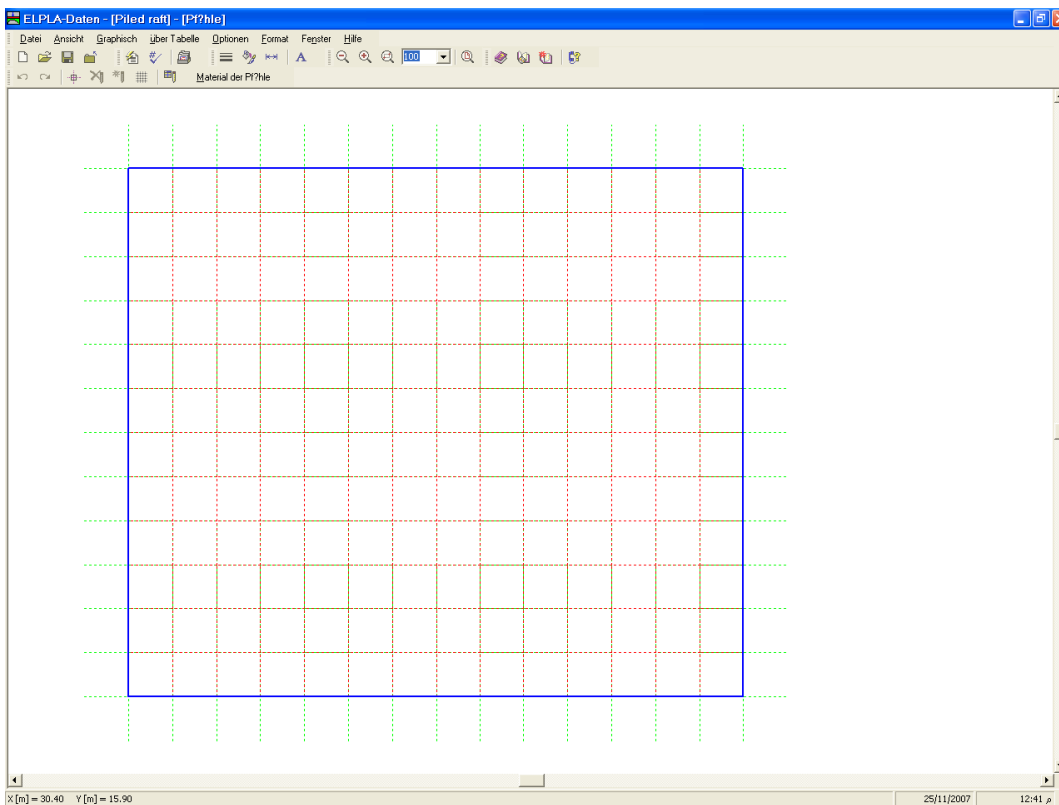
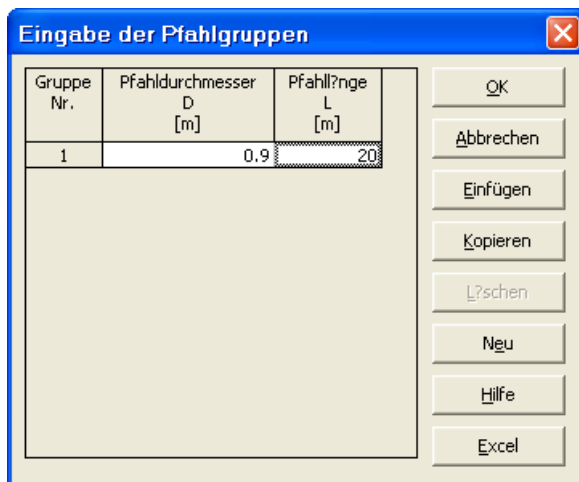
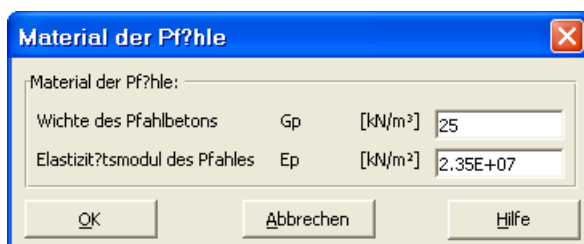

Bild 12-14 Eingebettetes Programm "Pfähle"
Bild 12-15 Eingabe der Pfahlgruppen
Bild 12-16 Dialogbox "Material der Pfähle"
- Wählen Sie "Pfähle" aus dem "Daten"-Menü des *ELPLA-Daten*-Fensters. Das folgende eingebettete Programm im Bild 12-14 erscheint
Um die Pfahlgruppen mit gleichem Pfahldurchmesser und gleicher Pfahllänge einzugeben, wählen Sie "Pfahlgruppen" aus dem Menü "über Tabelle" im Fenster von Bild 12-14. Das folgende Listenfeld im Bild 12-15 erscheint, um Pfahldurchmesser und Pfahllängen zu definieren.
Um das Material der Pfähle einzugeben, wählen Sie "Material der Pfähle" aus dem Menü "über Tabelle" im Fenster von Bild 12-14. Die folgende Dialogbox im Bild 12-16 erscheint.
- Wählen Sie den Befehl "Knoten markieren" aus dem Menü "Graphisch" im Fenster von Bild 12-14